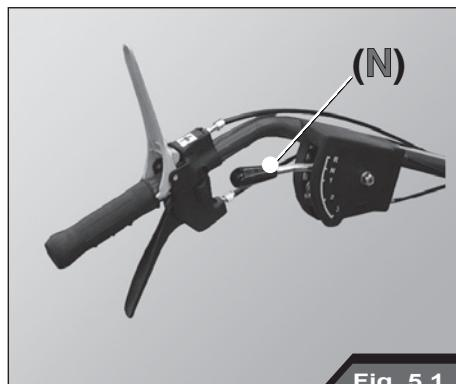

Fig. 5.1
- per la vostra sicurezza la Leva selettrice marce sia in posizione folle (N, Fig. 5.1).
- Verificate per la vostra sicurezza che le leve avanzamento macchina (2) e innesto rotore lame (6) siano in posizione verticale